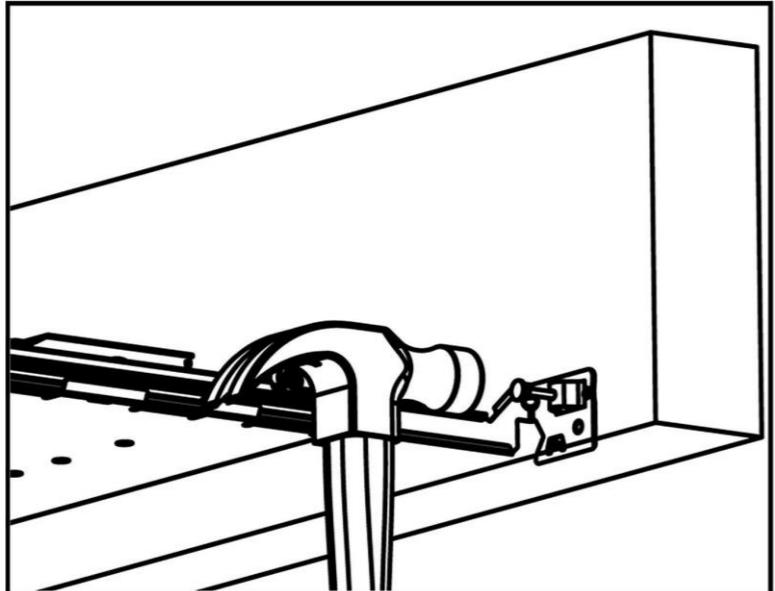

Figura 2
2. Extienda las barras de suspensión para montarlas entre las viguetas. Extienda los soportes de la barra de suspensión para que quiepan entre las viguetas de madera. Usando un martillo, asegure el marco a la vigueta de madera con los clavos reales incorporados R. Deslice el marco a lo largo de las barras de suspensión hasta alcanzar la ubicación deseada. Use los tornillos o una ranura de fijación para asegurarlo en su lugar. (Consulte la Figura 2).